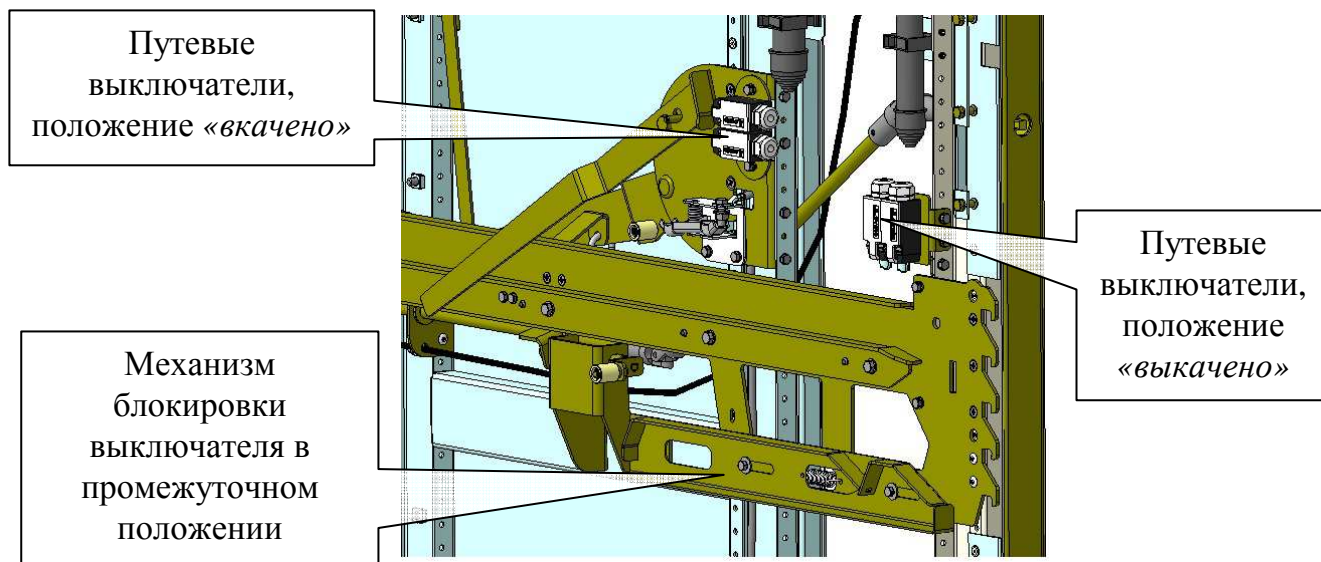

Рисунок 26 – Блокировка положения ВЭ
- Выключатель невозможно включить при нахождении каретки выдвигного элемента в промежуточном положении. Это обеспечивается за счет того, что в промежуточном положении цепь включения выключателя разорвана контактами концевых выключателей, сигнализирующих положение выдвигного элемента (положение «вкато» – нажатием на контакт путевого выключателя рычага шторочного механизма, положение «выкато» – нажатием на контакт путевого выключателя толкателя ВЭ), а кулачок выключателя поджат рычагом, что исключает возможность включения выключателя (Рисунок 26).
- Блокировки выдвижных элементов с выключателями (с трансформаторами напряжения, с разъединяющими контактами), расположенными в разных шкафах, выполняются установкой блокировочных замков. Электрическая блокировка между шкафами осуществляется с помощью концевых выключателей положения ВЭ, расположенных с правой стороны шкафа (Рисунок 26).